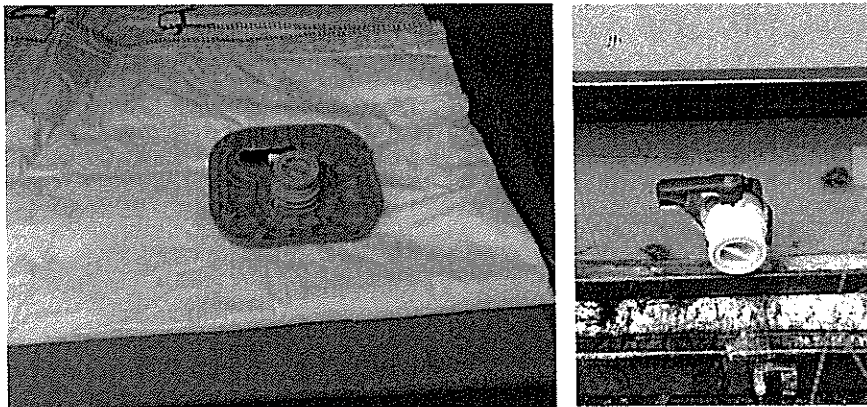

Рисунок 5 - Расположение опорной планки относительно отверстия в перегородке.
3.5. После установки перегородки необходимо убедиться, что клапан загрузки/разгрузки совпадает с отверстием в перегородке. При необходимости флекситанк нужно подвинуть для обеспечения совпадения клапана и отверстия (Рис. 5). Опорную планку клапана необходимо плотно прижать к перегородке из ДВП нижним краем опорной панели, убедившись, что нижний край флекситанка не попал под опорную панель клапана.